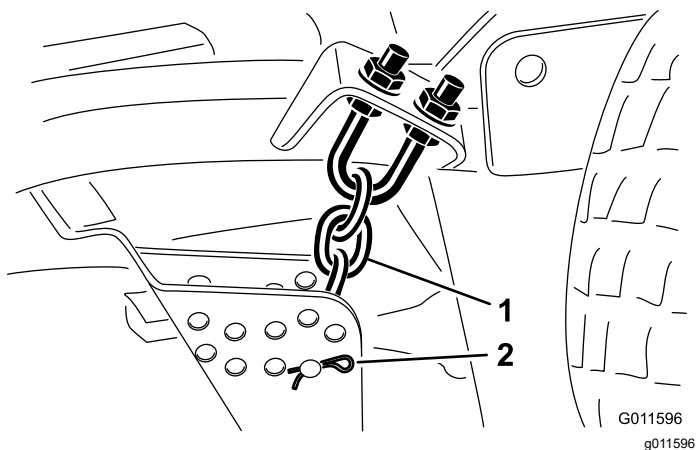

Figura 18
9. Retire la chaveta y el pasador que fijan las cadenas de ajuste de la altura de corte a la parte trasera de la unidad de corte (Figura 18).